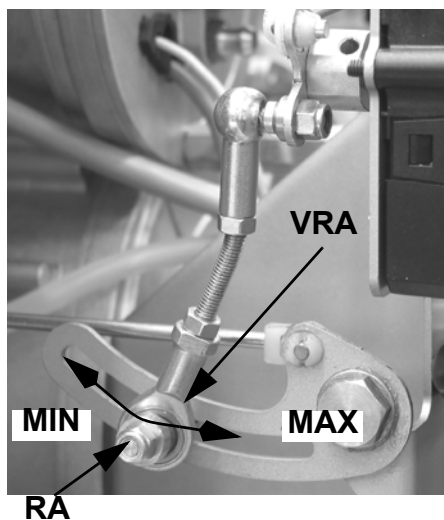

Fig. 17
- 13 La **regolazione dell'aria** comburente viene effettuata per mezzo del servocomando. La rotazione del servocomando deve essere sempre pari a 90° (vedi paragrafo successivo) con qualsiasi taratura dell'alta e della bassa fiamma. L'apertura della serranda aria viene regolata tramite la camma asolata di Fig. 17. Per regolare la portata d'aria allentare il dado **RA** (Fig. 17) e muovere la leva **VRA** lungo l'asola come indicato, per aumentare o diminuire la portata dell'aria, fino ad ottenere la portata richiesta, bloccare quindi il dado **RA** nella posizione corrispondente.